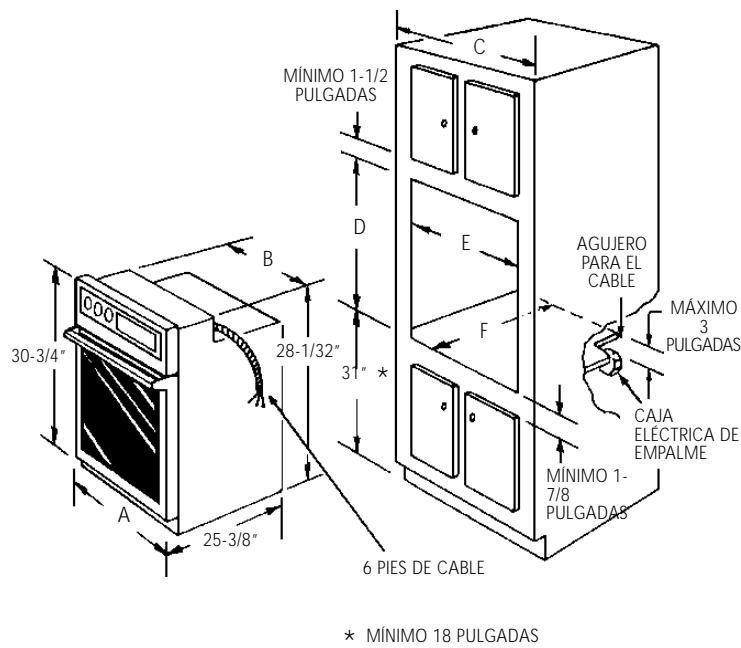

FIGURA 1
B. Este electrodoméstico debe conectarse a la caja de fusibles (o de cortacircuitos), por medio de un cable blindado flexible o un cable con forro no metálico. El cable blindado flexible que va desde el electrodoméstico debe de estar conectado directamente a la caja de empalme. La caja de empalme debe de estar localizada en el lugar que se indica en la figura 1, dejando tanto exceso de cable como sea posible entre la caja y el electrodoméstico, de forma que así el electrodoméstico se pueda mover fácilmente, si fuera necesario para hacer una reparación.